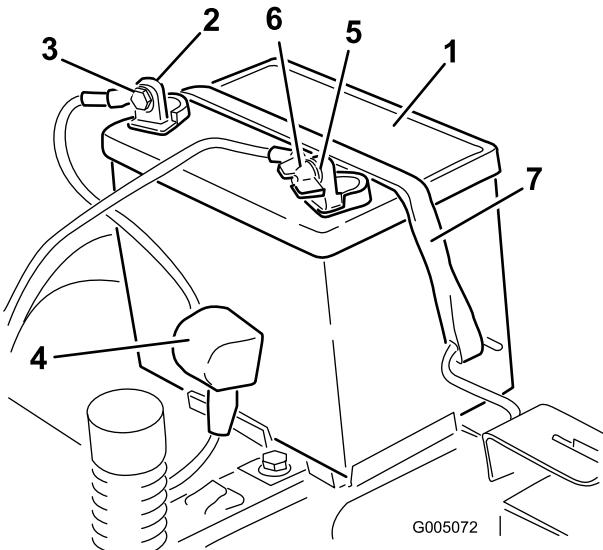

Bild 39
4. Klemmen Sie das Minuskabel (schwarz) vom Batteriepol ab (Bild 39). Bewahren Sie alle Befestigungen auf.
5. Schieben Sie die Gummiabdeckung am Pluskabel (rot) nach oben. Klemmen Sie das Pluskabel (Rot) vom Batteriepol ab (Bild 39). Bewahren Sie alle Befestigungen auf.
6. Nehmen Sie die Batterieklemme ab (Bild 39) und heben Sie die Batterie aus dem Ständer heraus.
1. Setzen Sie die Batterie in das Fach (Bild 39).
5. Befestigen Sie die Batterie mit der Befestigung (Bild 39).